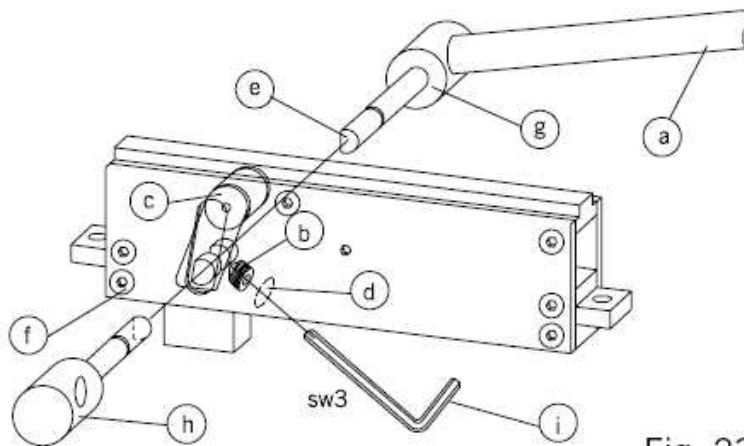

Fig. 23
23. Переключение коннектора напольного доводчика (Рис. 23):